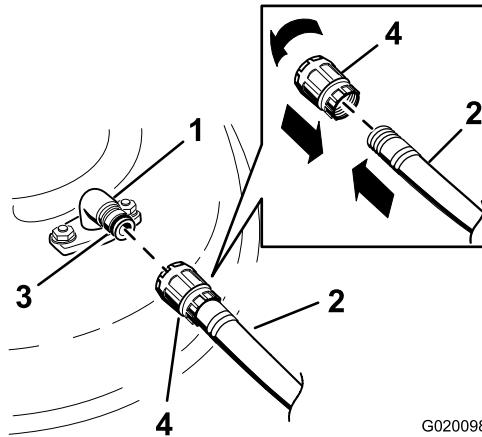

Figure 65
3. Branchez le raccord du tuyau d'arrosage à l'embout de lavage de la tondeuse et ouvrez l'eau en grand (Figure 65).